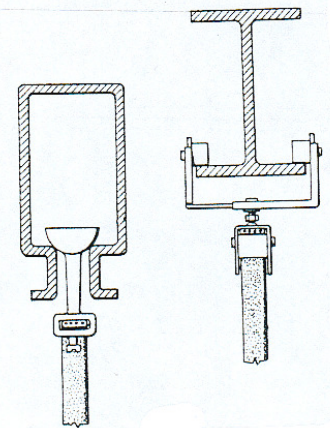

Fig.50
3. Insérer les patins ou chariots, dans ou sur la flèche (fig. 50).